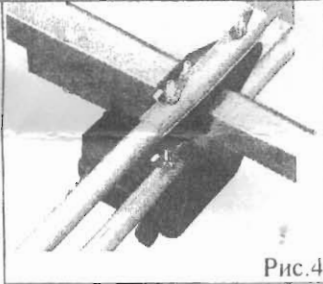

Рис.4
- 6.3 Развернуть полупетли на коробке УСС, тщательно затянуть гайки-«барашки» в точке крепления к коробке. Соединить верхние части полупетель на держателе и закрепить их через стальную пластину гайками-«барашками». (Рис. 4).